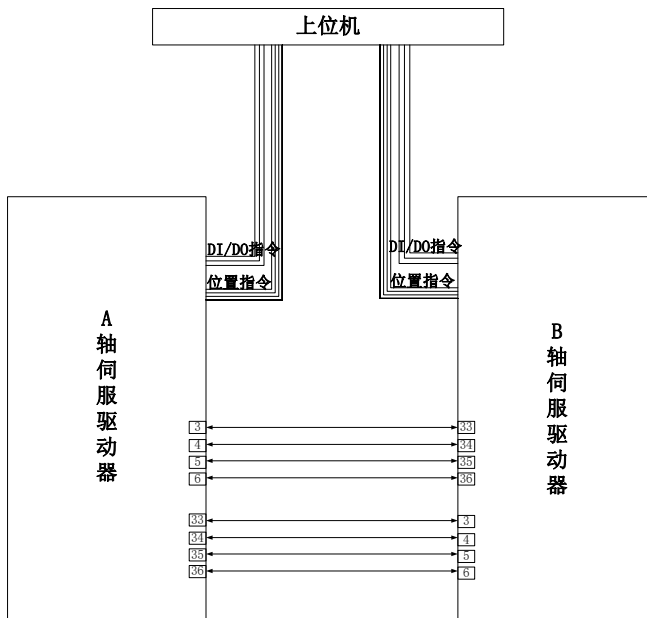

图 6.4.40 龙门同步典型应用接线图
- ★参考图 6.4.40 配线说明，进行 DI/DO 信号的连线；